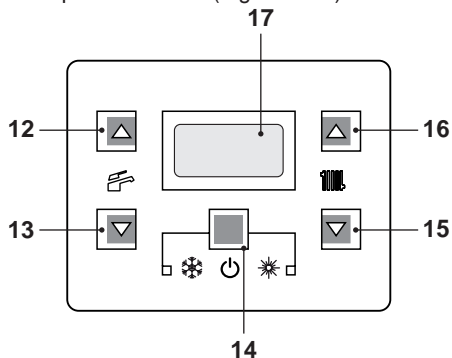
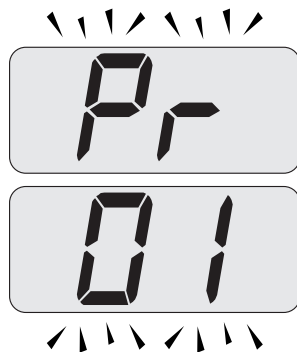
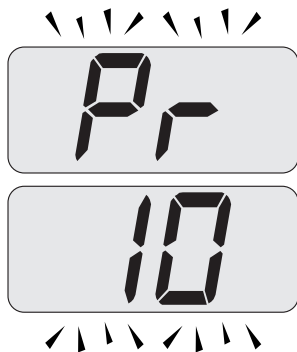

Figura 5.46
Figura 5.47
Figura 5.48
- Entrare in "modalità programmazione" premendo contemporaneamente per 10 secondi i tasti 14 - 15 - 16 (Figura 5.46) fino a far apparire sul display LCD le lettere **Pr** che si alternano con il codice **01**, indicanti l'entrata nel "parametro 01" (Figura 5.47).
o 16 fino a far apparire sul display LCD le lettere **Pr** che si alternano con il codice **10**, indicanti l'entrata nel "parametro 10" (Figura 5.48).
- Premere contemporaneamente i tasti 14 e 16 (Figura 5.46) fino a far apparire sul display LCD il valore del parametro 10 (30=180 secondi) (Figura 5.49).
- Premendo il tasto 14 (Figura 5.46) si ottiene la conferma del valore inserito.
- Premendo contemporaneamente i tasti 14 e 15 (Figura 5.46) si esce senza modificare il valore (ritorno alla lista parametri Figura 5.48)
- Premendo contemporaneamente per 10 secondi i tasti 14 - 15 - 16 (Figura 5.46) si esce dalla "modalità programmazione".